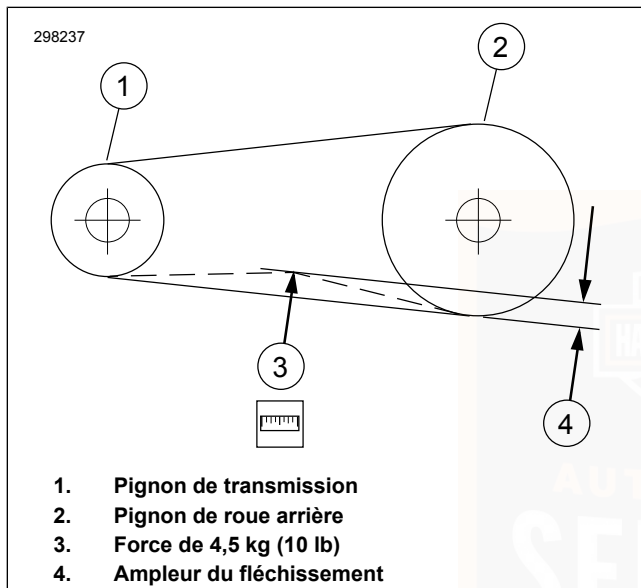

Figure 65. Vérification du fléchissement de la courroie
- b. **Tous les autres modèles** : voir Figure 65. Mesurer le fléchissement de la courroie (4) tout en immobilisant la jauge.